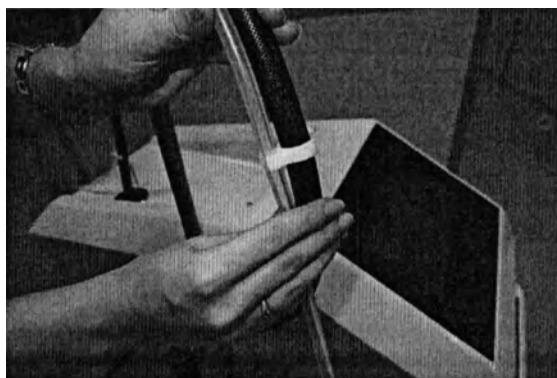

Рис. 3.14 – Подсоединение шланга обдува к оптическому волокну
3.3.5.2 Подсоедините шланг обдува к оптическому волокну, продев через отверстия в клипсах (рис.3.14).